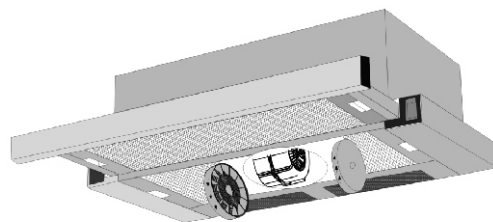

рис. 8
Угольные фильтры устанавливаются на защитные решетки корпуса вентилятора, путем легкого нажатия и поворота (рис. 8). Фильтрация воздуха осуществляется с помощью двух угольных фильтров, затем очищенный воздух возвращается в помещение.
- установите два угольных фильтра см. табл.1 и (рис.8), предварительно удалив с них упаковочную пленку;